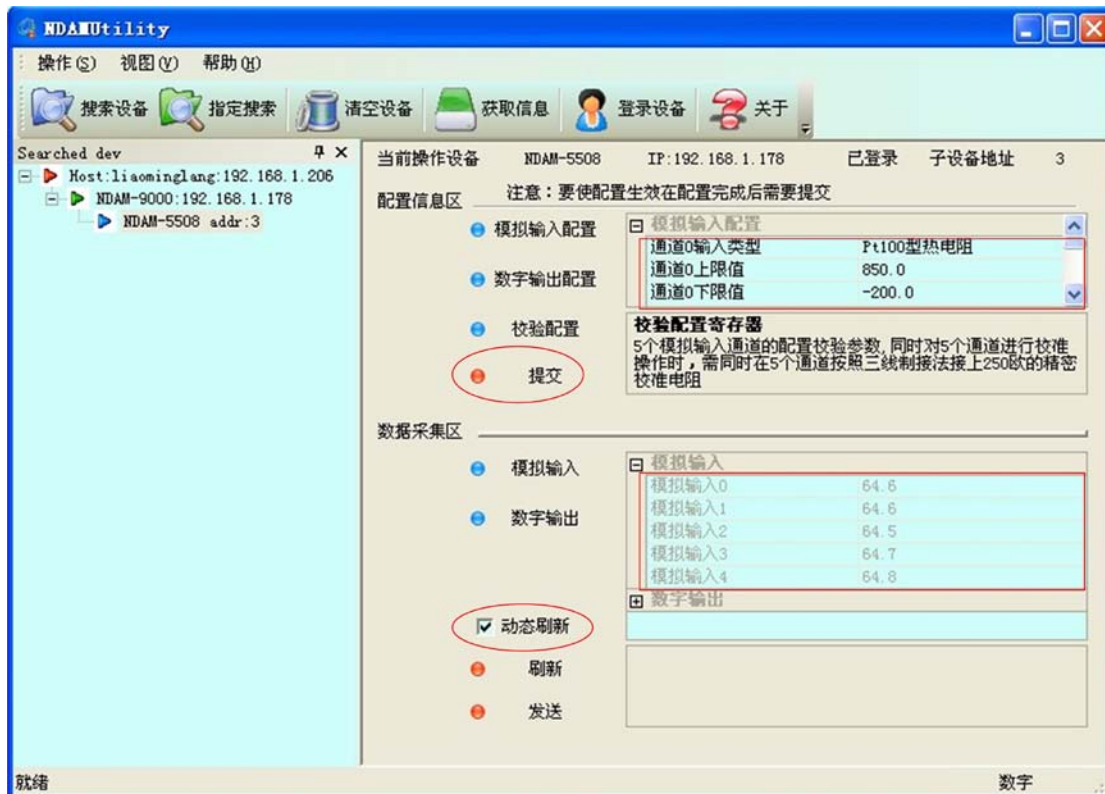

图 4.5 配置及输出信息
- 7) 通过显示窗口读出各通道的测量结果，可以将“动态刷新”前的复选框选中，如图 4.5 所示进行数据动态刷新（刷新时间间隔 1 秒）来监测测量结果。